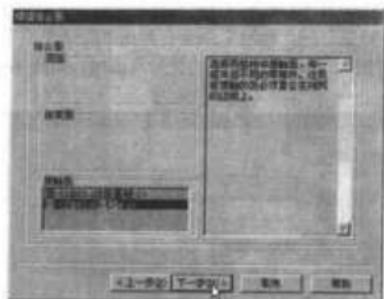

图 9-12 “焊缝结合面”对话框
- (4) 单击“下一步”按钮，弹出“焊缝结合面”对话框，选择如图 9-11 所示的“03-1 前座基础”的上表面和“03-02 基础 a”的斜面为接触面。此时，在“焊缝结合面”对话框的“接触面”选项框中增加了两个面，如图 9-12 所示。